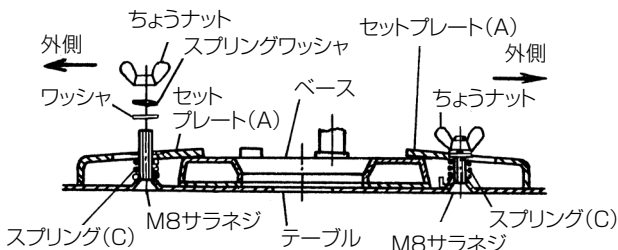
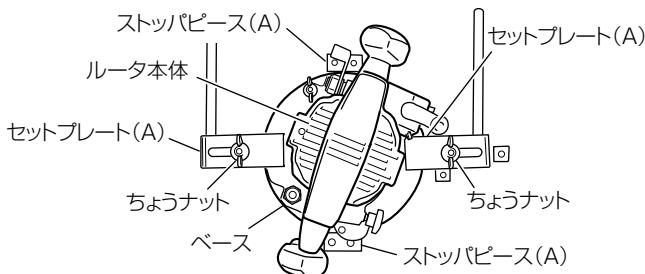

図 14
図 15
- (4) M8 サラネジにスプリング (C)、セットプレート (A)、ワッシャ、スプリングワッシャ、ちょうナットの順に取付けます。(図 14)
- (5) セットプレート (A) を外側へいっぱい寄せ、この状態でちょうナットを十分に締付け、ルータ本体をテーブルに確実に固定します。(図 14、図 15)